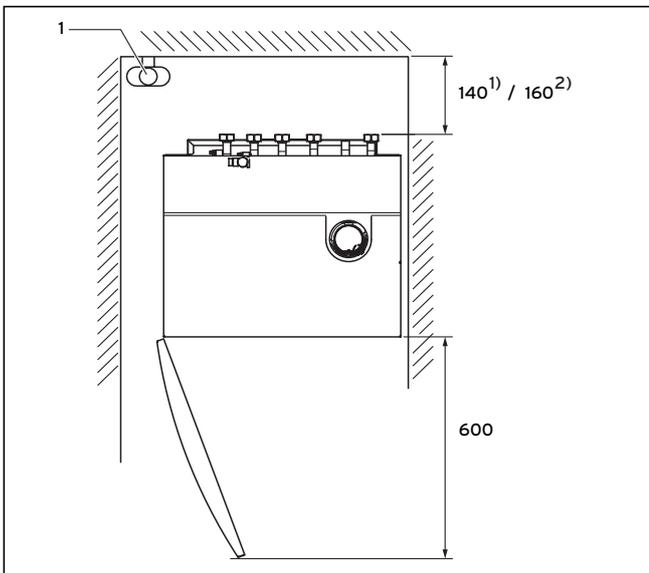

Abb. 4.9 Abstände bei der Aufstellung (Maße in mm)
Ein Abstand des Gerätes von Bauteilen aus brennbaren Baustoffen bzw. mit brennbaren Bestandteilen ist nicht erforderlich, da bei Nennwärmeleistung des Gerätes hier eine niedrigere Temperatur auftritt als die zulässige Temperatur von 85 °C (Mindestabstand von der Wand 5 mm). Die erforderlichen Mindestabstände bei der Aufstellung können Sie der Abbildung 4.9 entnehmen. Beachten Sie jedoch, dass neben dem Gerät ein ausreichender Freiraum verbleibt, um die Ablaufschläuche sicher über dem Ablauftrichter (1) positionieren zu können. Der Ablauf muss einsehbar sein.